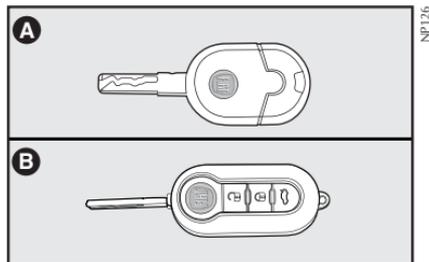

fig. 1
CHAVES - fig. 1
- Duas chaves **A** ou **B**- **fig. 1**.
A chave de ignição possui predisposição para instalação de telecomando a distância **A**-**fig. 1**.